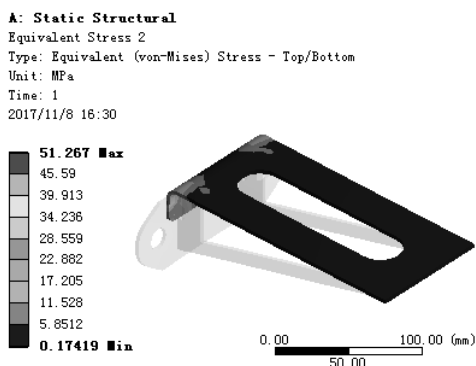

图 7.11.22 应力结果图解 (UP-SHEET)
(4) 查看 UP-SHEET 零件应力结果图解。在“Outline”窗口中选中  **Equivalent Stress 2**，查看图 7.11.22 所示的零件 UP-SHEET 的应力结果，其最小应力为 0.17419MPa，最大应力为 51.267MPa。